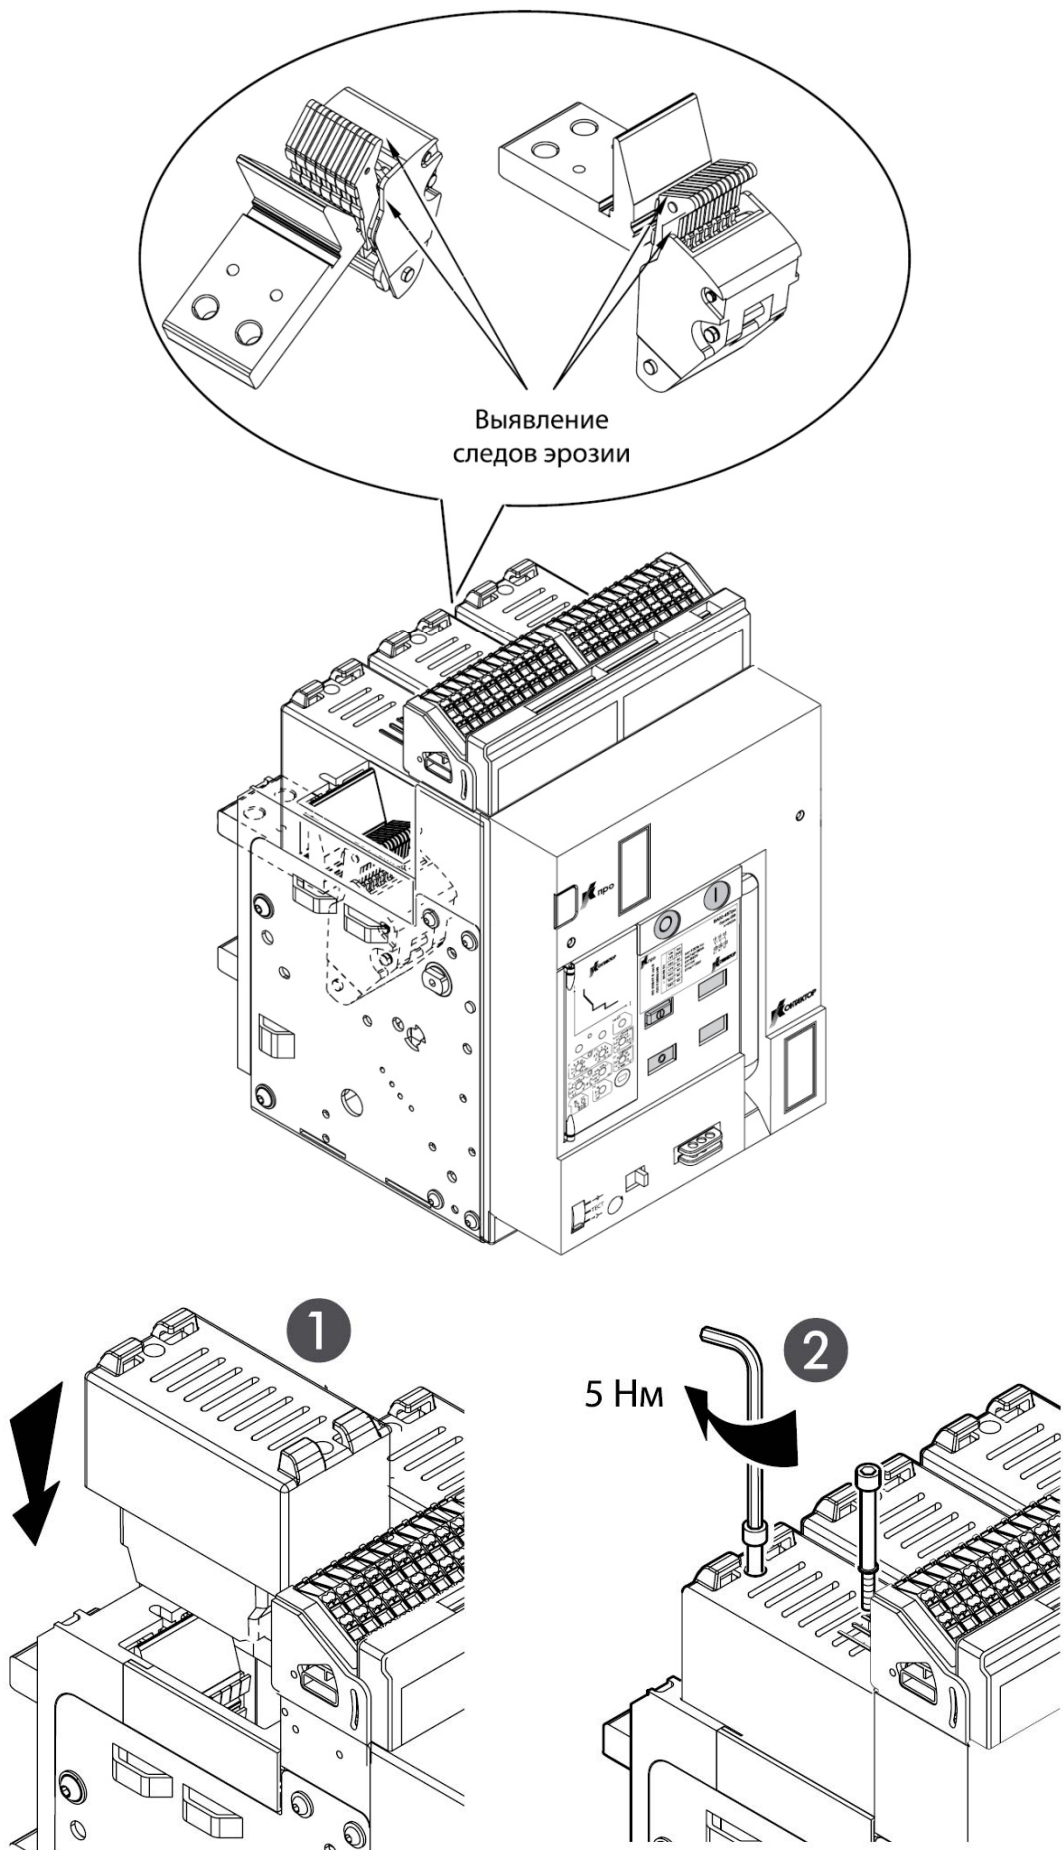

Рисунок 21. Порядок проверки состояния дугогасительных камер
2) Проверить состояние контактов. Откройте крышку дугогасительной камеры. Проверьте контакты на наличие следов эрозии (рис. 21).